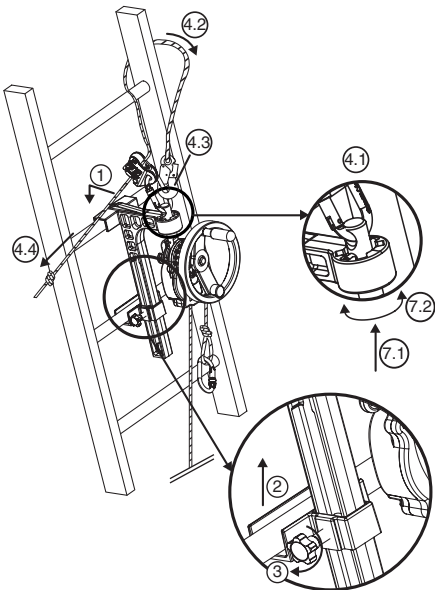

Fig. 6
6.3.2. Aparato derope™ UP B (Fig. 6)
1. Colocar la consola grande bloqueable en el barrote de la escalera en la posición escogida para realizar la operación de salvamento, por encima de la persona a evacuar (Fig. 6, 1).
2. Hacer subir la corredera de bloqueo hasta el nivel del barrote inmediatamente debajo de aquel que recibe la consola grande (Fig. 6, 2).
3. Apretar el eje de bloqueo de la corredera utilizando el botón de apriete que se encuentra en el costado de la consola (Fig. 6, 3).
- Fijar el conector del dispositivo de ajuste LCM 05 en el agujero de la parte superior del eje de enganche (Fig. 6, 4.1).
- Pasar la correa de aseguramiento alrededor del barrote de la escalera situado encima de la consola rodeando uno de los montantes de la escalera (Fig. 6, 4.2).
- Conectar el conector de la correa de aseguramiento en el conector del dispositivo de ajuste LCM 05 (Fig. 6, 4.3).
- Tensar la correa de aseguramiento tirando del ramal libre (Fig. 6, 4.4).
7. Orientar el aparato derope™ según la necesidad modificando la posición del eje de enganche en el dispositivo de indexación (Fig. 6, 7.1 – 7.2).